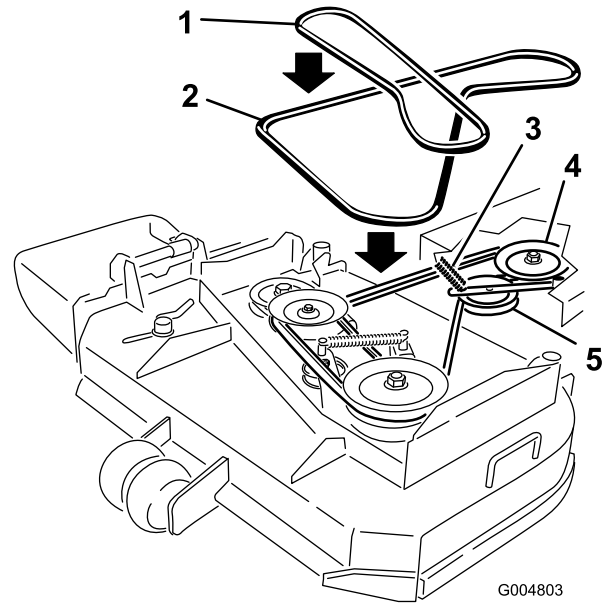

Bild 38
6. Rollen Sie den Riemen von der mittleren Spannscheibe am Mähwerk (Bild 38). Passen Sie beim Abnehmen des Riemens auf, da sich die Spannung aufgrund der gefederten Spannscheibe erhöht.
7. Nehmen Sie den Riemen von der Motorspannscheibe und der gefederten Spannscheibe ab (Bild 38).
8. Setzen Sie den neuen Riemen auf die Motorspannscheibe und die gefederte Spannscheibe auf (Bild 38).
9. Rollen Sie den Riemen auf die mittlere Spannscheibe am Mähwerk (Bild 38). Passen Sie beim Einsetzen des Riemens auf, da sich die Spannung aufgrund der gefederten Spannscheibe erhöht.